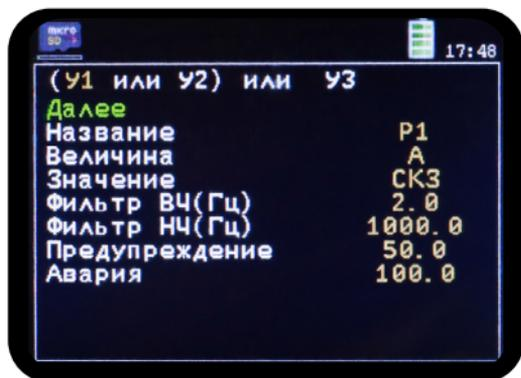

Рисунок 20. Режим «Виброконтроль». Настройка параметров
2.2.13.2 После выбора нужной программы измерений прибор переходит в меню «Виброконтроль. Настройка параметров» (рисунок 20)